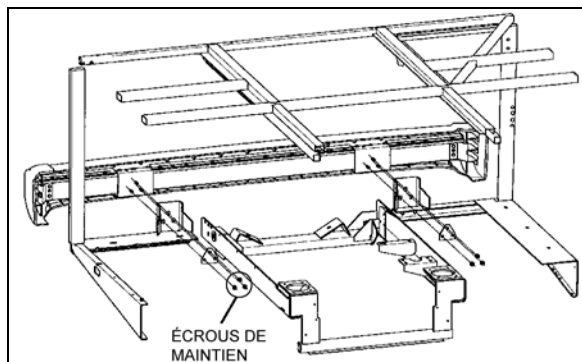

FIGURE 21: PARE-CHOC ARRIÈRE
1. Enlever les six écrous (trois de chaque côté) qui fixent l'ensemble du pare-chocs au véhicule et retirer le pare-chocs (Figure 21).